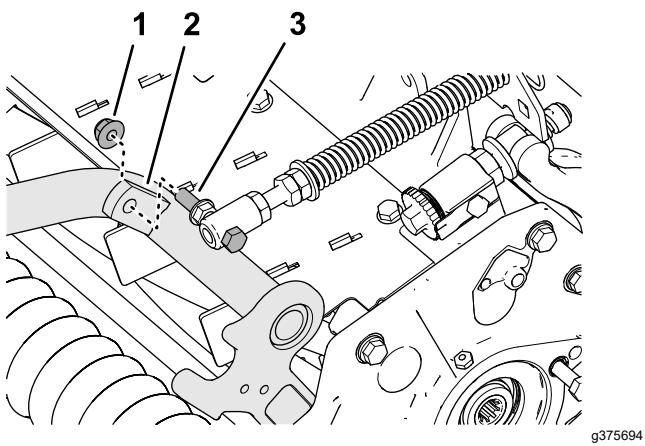

Рисунок 9
- Установите колпачковый винт пружины компенсации состояния грунта на правый выступ несущей рамы (Рисунок 9) с помощью фланцевой контргайки (3/8 дюйма).